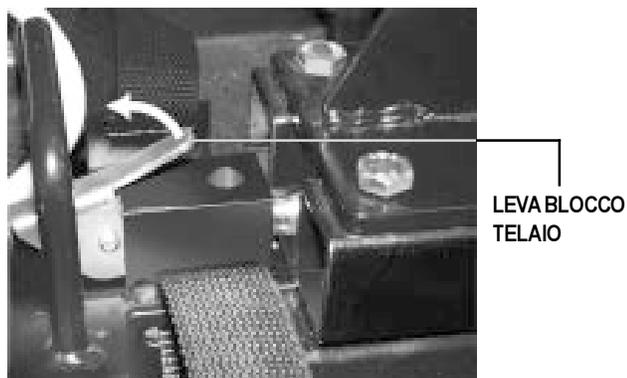

Figura 20. Blocco del telaio
9. Tirare all'indietro la leva blocco telaio, a fine corsa. Si veda figura 20.